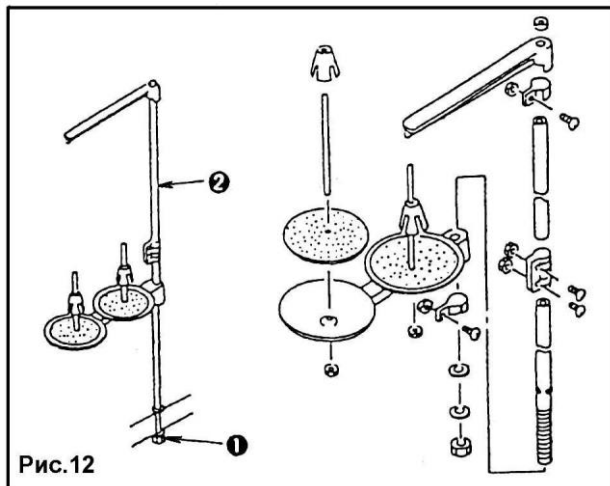

Рис.12
Соберите бобинную стойку (2) (как показано на рис. 12) и установите её в соответствующее отверстие на столе. Затем, с нижней стороны стола, затяните гайку (1) для фиксации бобинной стойки.